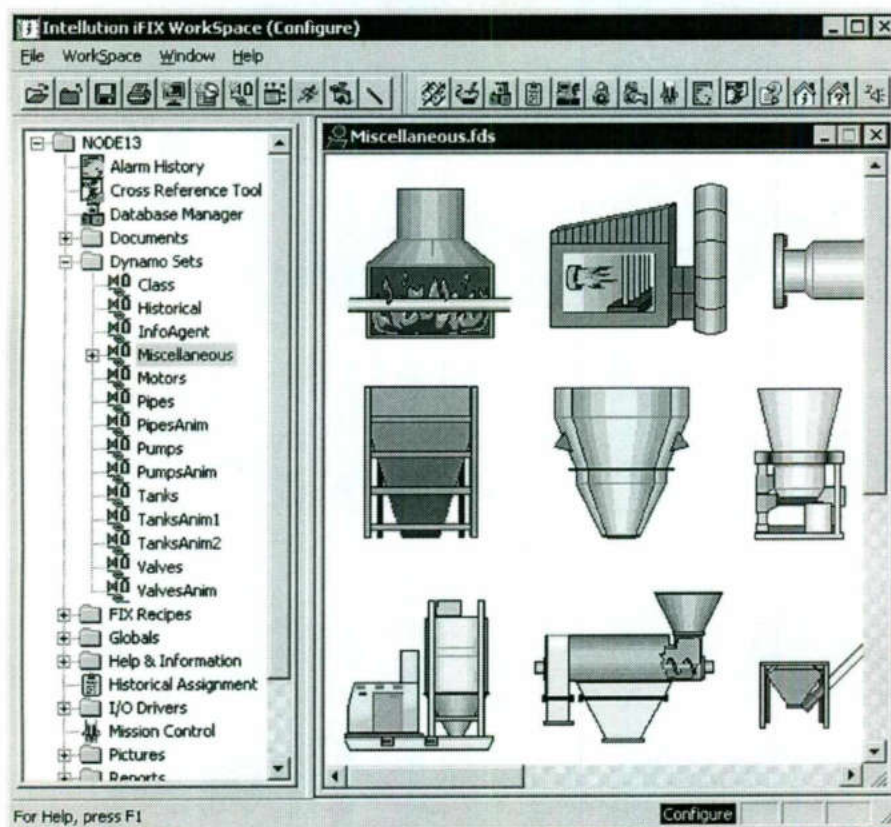

Figura 11-5: WorkSpace mostrando un Dynamo set
- vea la figura 11-5 como ejemplo